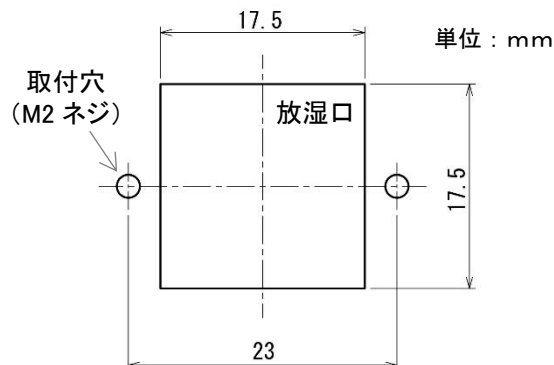

図2. 放湿口・取付穴加工寸法
- * 5 容器の取付部に取付穴を開けて下さい。（図2. 取付穴加工寸法を参照）